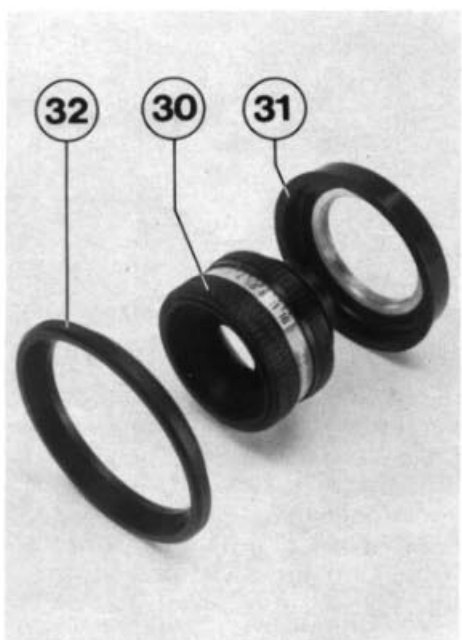

Bild 4
- Ebenso wird bei Objektiv mit $f = 50$ mm verfahren. Hier kann es jedoch unter Umständen in Abhängigkeit vom verwendeten Objektiv bei Vergrößerungsformaten über 24×30 cm notwendig sein, den Haltering (31) so wie in Bild 4 gezeigt auf das Objektiv (30) zu schrauben.
- Bei Objektiv mit $f = 35$ mm ist der als Zubehör erhältliche Haltering (Art.-Nr. 4463) erforderlich. Haltering (31) und Objektiv (30) werden wie in Bild 4 gezeigt verschraubt.